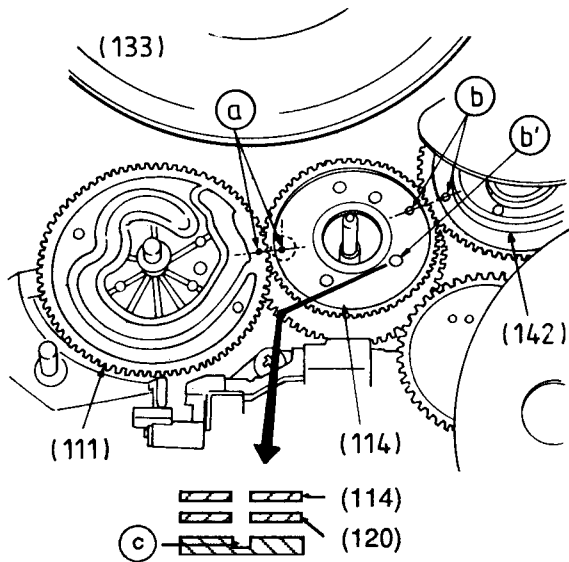

Fig. 52
- Zwischenrad (114) auf das Ringrad (120) stecken (Fig. 52). Die Markierungslöcher des Zwischenrades (114) und des Kurvenrades (111), sowie die Markierungslöcher (b) des Zwischenrades (114) und des Ladekurvenrades (142) müssen gegenüberstehen. Gleichzeitig müssen das Markierungsloch (b) des Zwischenrades (114), das Markierungsloch (b) des Ringrades (120) und das Markierungsloch (c) im Laufwerkchassis übereinanderliegen.
- Fit the Intermediate gear (114) onto the Ring Gear (120), (Fig. 52). The marked holes (a) on the Intermediate Gear (114) and the Cam Gear (111) and the marked the holes (b) on the Intermediate Gear (114) and the Loading Cam Gear (142) must be aligned towards each other. Simultaneously the marked hole (b) on the Intermediate Gear (114), the marked hole (b) on the Ring Gear (120) and the marked hole (c) on the mechanical chassis must lie accurately over each other.